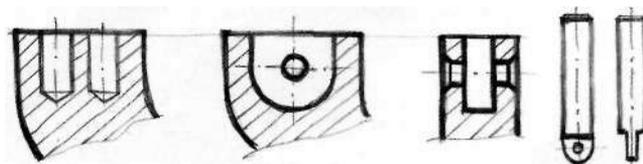

Рис. 5.46. Доработка плавников
**Переделка формы и конструкции одиночных плавников** — это необходимо было сделать для того, чтобы получить элемент плавника с «глухой» стенкой с передней и задней части (смотреть вдоль оси рыбы), так красивее выглядит окончательный вид (рис. 5.46).